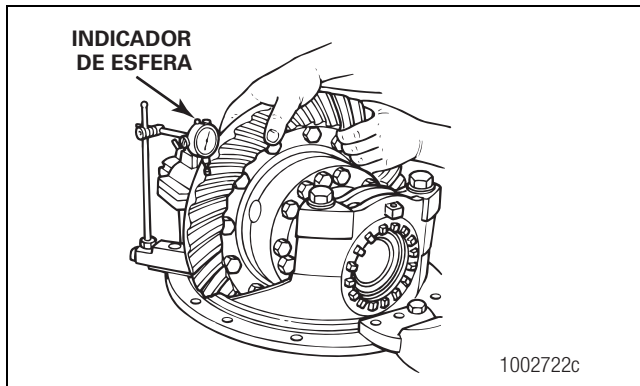

Figura 3.9
2. Coloque un indicador de esfera en la brida del portadiferencial. Coloque la punta del indicador contra el lado de propulsión del diente de la corona. Ajuste el indicador de esfera a CERO. Figura 3.9.